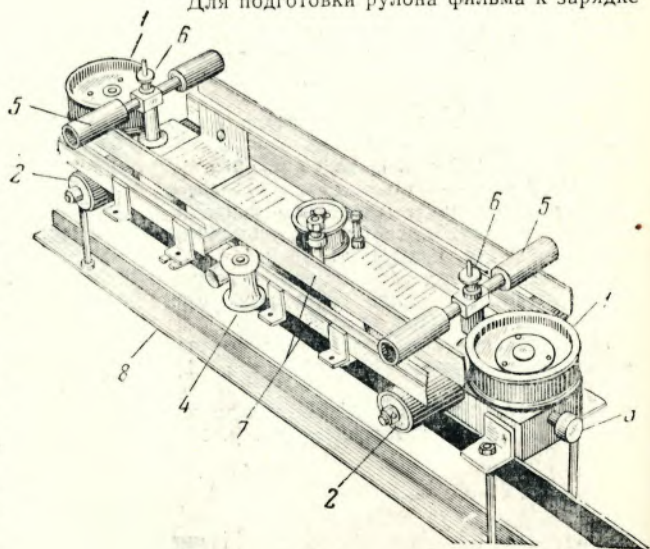
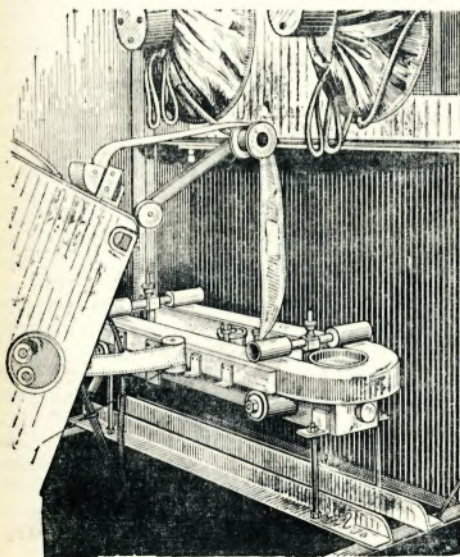

Рис. 2
Рис. 4
Основные элементы кассеты (рис. 2 и 3):
- 1) направляющие барабаны 1 (рис. 2);
8) фильмовый канал кассеты (7 на рис. 2 и 3). В зависимости от метража демонстрируемой части фильма ширина канала изменяется путем смещения наружных направляющих полозков;
9) основание для крепления кассеты (8 на рис. 2 и 2 на рис. 4).